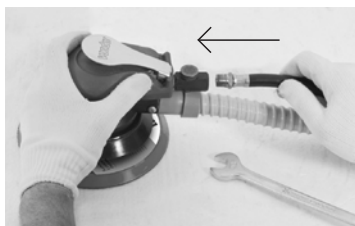

Fig. 6 – Montaje de la alimentación de aire en la lijadora
- Conecte la manguera de aire en la herramienta. Utilice presión de 90 lbf/pul² - 6,33 kgf/cm² (Fig. 6);